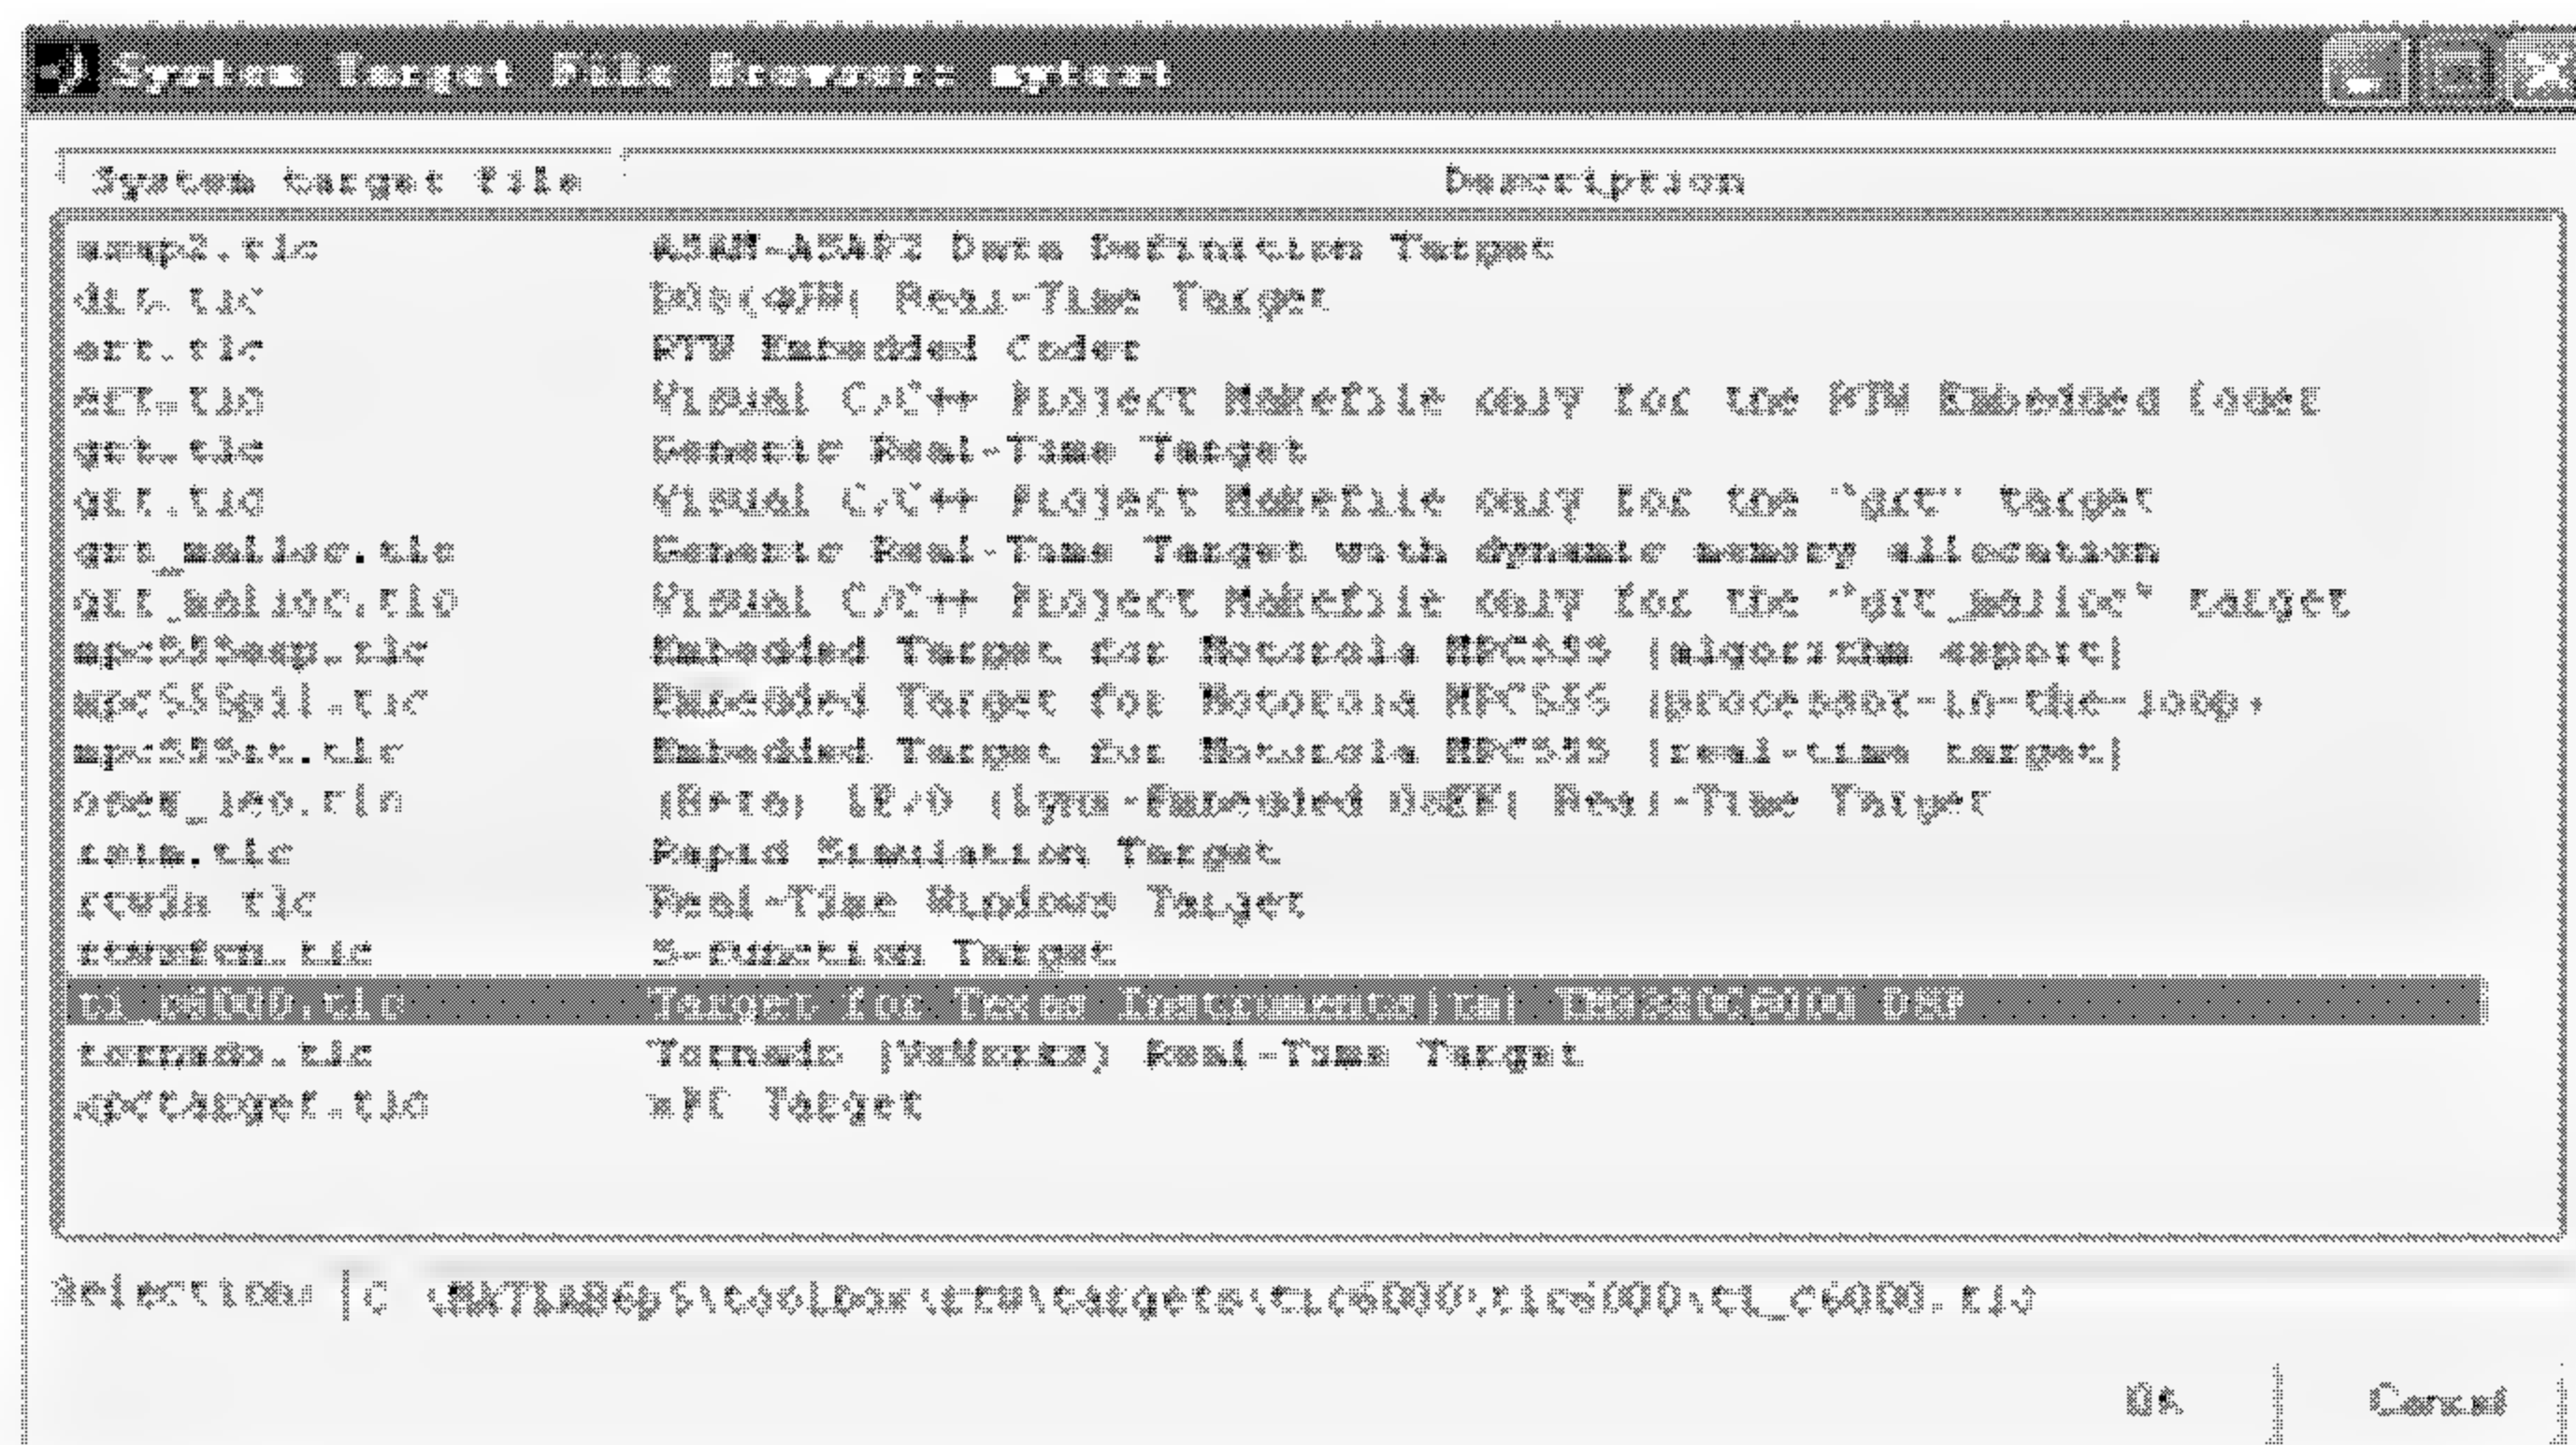

图 6.5 System Target File Browser 窗口
• System target file: 选择系统目标文件，单击 Browse 按钮会打开一个 System Target File Browser 窗口，如图 6.5 所示，此窗口中列出了多个系统目标文件，选择 ti\_C6000.tlc 作为 ETTIC6000 应用的目标文件。当用户选择好 System Target file，Real - Time Workshop 会自动设置 Template makefile 和 Make command 选项。